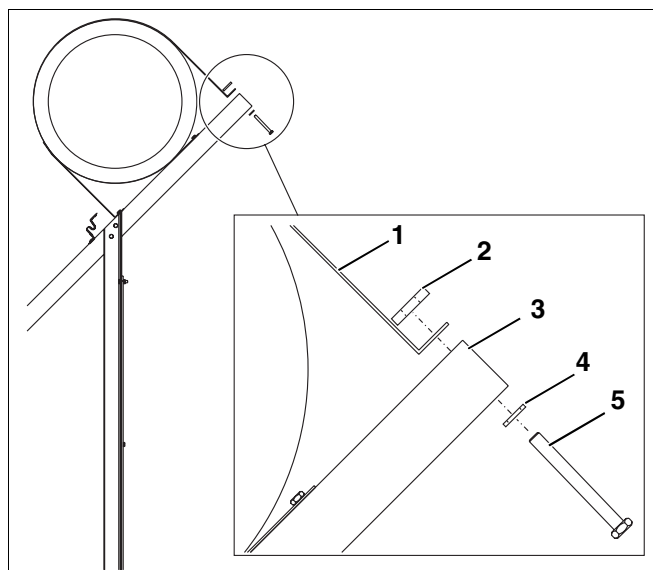

Fig. 12 Fixar a cinta de aperto
- B Aparafusar a cinta de aperto (fig. 12, **item 1**) ao apoio 45° (fig. 12, **item 3**), com parafuso M8 x 200 (fig. 12, **item 5**), anilha (fig. 12, **item 4**) e a placa roscada (fig. 12, **item 2**).
- B Conduza o parafuso M8 x 200 (fig. 12, **item 5**) a partir de baixo (não de cima) através do apoio e da cinta de aperto.
- B Apertar o parafuso (fig. 12, **item 5**) até que a cinta de aperto encoste completamente no termoacumulador, contudo não o deformando.